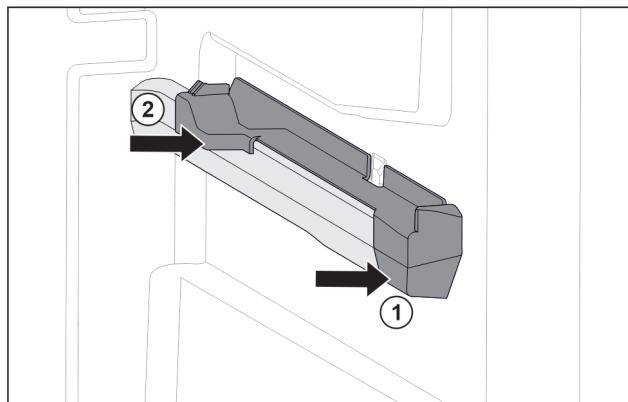

Fig. 63 Natični dio na desnom žlijebu spremnika
- ▶ Postavite natični dio sprijeda na žlijeb spremnika. Fig. 63 (1)
- ▶ Pritisnite natični dio straga. Fig. 63 (2)